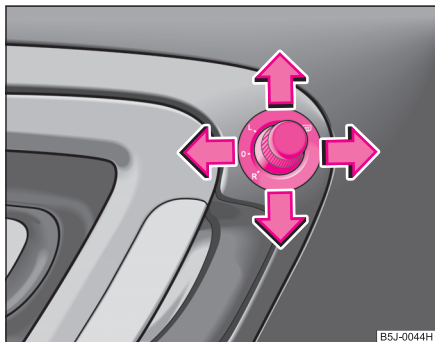

Fig. 48 Interiorul ușii:
- Aduceți butonul rotativ în poziția  ⇒ fig. 48.